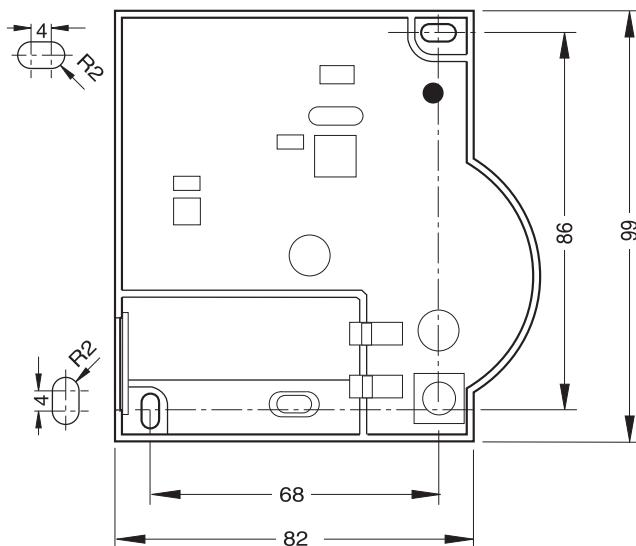

Fig. 12: Schema de găurile (cote în mm)
- ▶ Marcați locurile pentru găuri cu ajutorul şablonului pentru găurire (vezi Fig. 12).